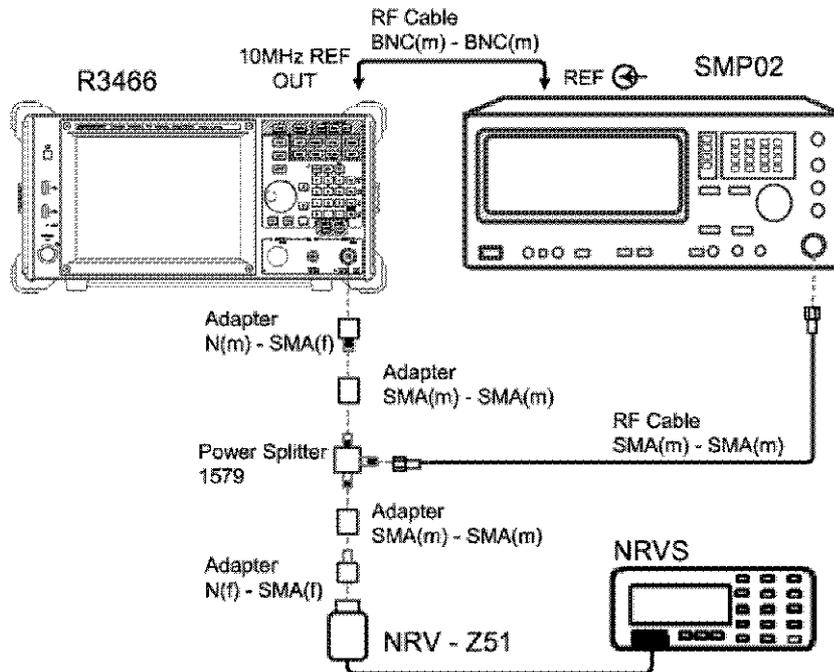

図 2-7 周波数応答の試験
1. 機器を図 2-7 のように接続します。R3466N の場合は、Adapter の後に 50 to 75  $\Omega$  変換器を使用して本器と接続します。